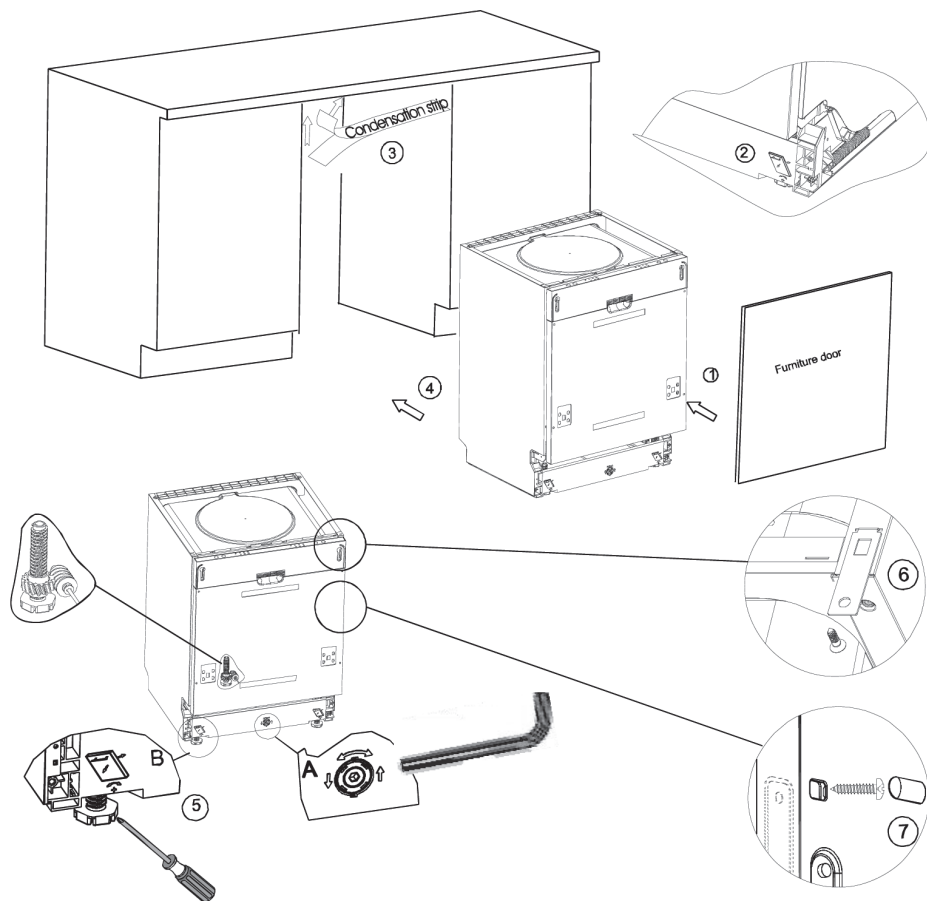

Рис. 6. Последовательность установки посудомоечной машины
1. Используя скобы, прикрепите декоративную дверцу от вашей мебели к дверце машины (см. п. 1 на рис. 6).
2. Отрегулируйте натяжение пружин дверцы при помощи торцевого ключа, поворачивая его по часовой стрелке для натяжения пружины и против часовой стрелки для того, чтобы ослабить пружины дверцы. Невыполнение данной операции может привести к повреждению посудомоечной машины (см. п. 2 на рис. 6).
6. Поместите посудомоечную машину на направляющие (см. п. 4 на рис. 6).
9. Выверните машину. Задние ножки можно регулировать винтами, расположенными спереди (см. п. 6а на рис. 6). С помощью ключа отрегулируйте передние ножки (см. п. 6в на рис. 6).
те осторожны, вес машины может вырвать шурупы из дерева (см. п. 7 на рис. 6).
- В. Если у Вас мраморная или гранитная столешница используйте скобы, чтобы прикрепить машину к стенам соседней мебели, при этом необходимо закрыть винты резиновыми шляпками, чтобы не повредить столешницу (см. п. 8 на рис. 6).
2. Машина разработана так, чтобы пользователь мог регулировать ножки, используя винты в передней части (см. рис. 6).